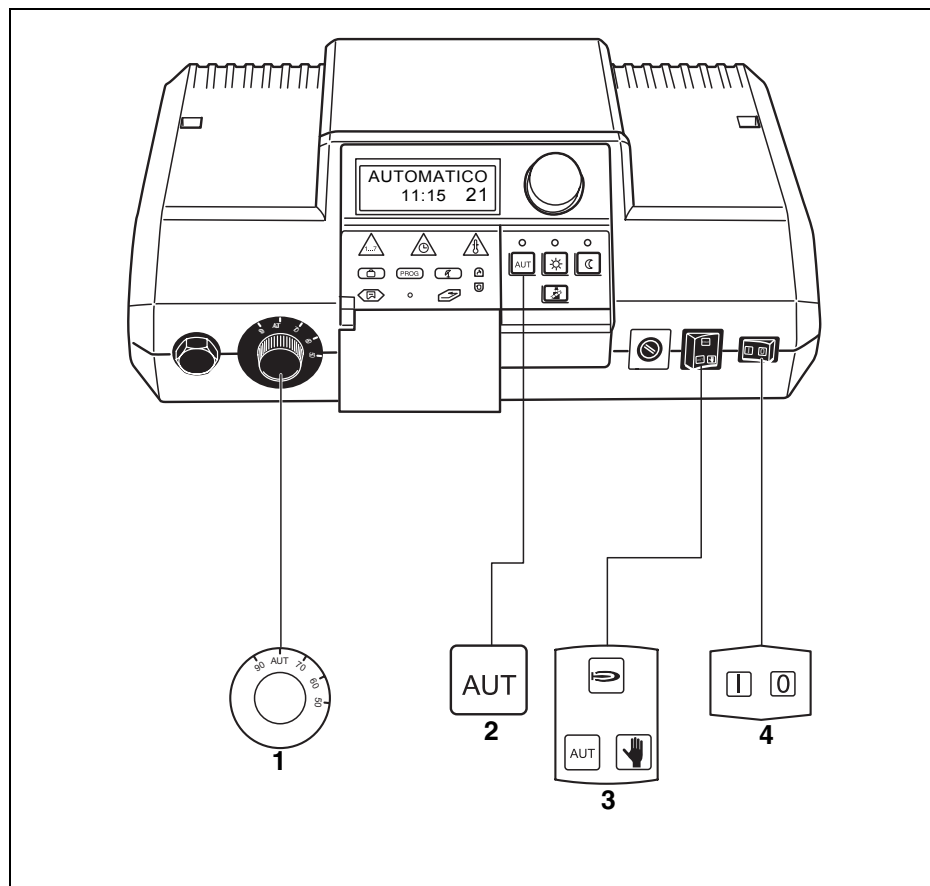

Fig. 8 Pulsanti necessari per la messa in esercizio
- Spostare l'interruttore di esercizio su " **I** " (ON) (fig. 8, **pos. 4**).
- Spostare il regolatore di temperatura dell'acqua di caldaia su "AUT" (fig. 8, **pos. 1**).
- Spostare l'interruttore per l'esercizio automatico, l'esercizio di emergenza, riscaldamento e acqua calda su "AUT" (fig. 8, **pos. 3**).
- Premere il pulsante "AUT" per impostare l'esercizio automatico con orologio programmatore su "AUT" (vedere "Modificare il tipo di esercizio" a pag. 22) (fig. 8, **pos. 2**).
Spostare l'interruttore di esercizio su "0" (fig. 8, **pos. 4**).